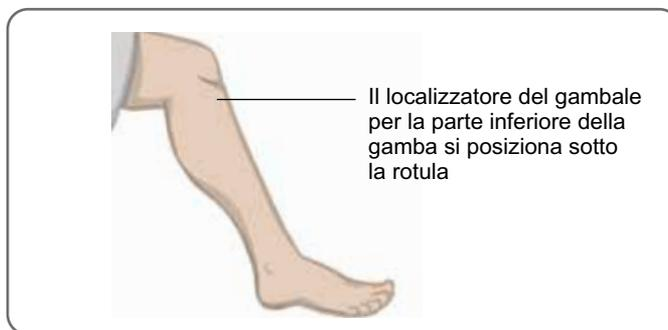

Figura 6-7. Angolazione del ginocchio raccomandata per il posizionamento del gambaie per la parte inferiore della gamba.
1. Da seduti, stendere leggermente la gamba (Figura 6-7). Il contorno della rotula dovrebbe risultare ben visibile. Se necessario, appoggiare il piede su uno sgabello.